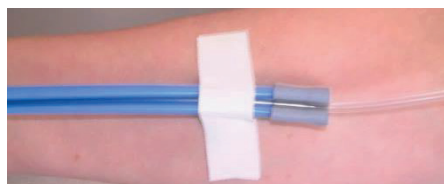

**Fig. 10: Bruk av ASTOLINE**
5. Legg enden på infusjonsforlengelsen som begynner på pasientsiden med 3 cm til 5 cm overligger i ASTOLINE (Fig. 10-A) og trykk ledningen inn i sporet til ASTOLINE (fig. 10-B).
6. Klem ASTOLINE sammen med innlagt infusjonsforlengelse inn i holderen (Fig. 10-C).